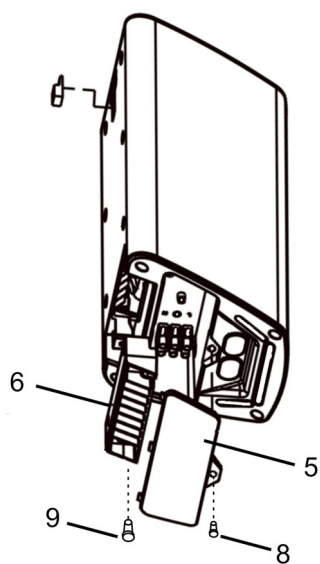
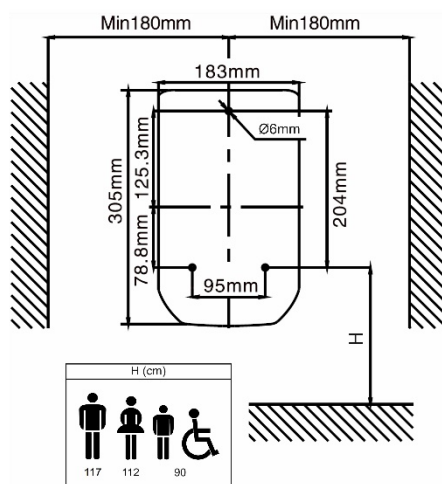
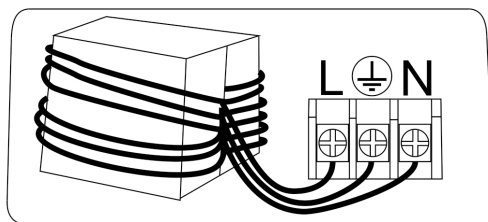

Fig. 2
Fig. 3
Fig. 5
- (Fig. 3) Assurez vous que le futur emplacement de l'appareil respecte les mesures de sécurité indiquées. Nous vous recommandons d'installer l'appareil à une hauteur différente selon qu'il sera utilisé dans des toilettes pour hommes, femmes, enfants et handicapée.
- Comme indiqué sur la figure 2, retirez la vis de fixation [9] du bas de l'appareil à l'aide d'un tournevis, abaissez le bloc de support [6], percez un trou de Ø6mm à 30mm de profondeur à la position correspondante avec les dimensions du gabarit d'installation attachées à l'appareil (Fig. 3).
- Si l'appareil est installé avec le câble encastré dans le mur, retirez d'abord la vis [8] (Fig. 2) du capot inférieur de l'appareil [5], puis désinstallez le câble d'origine situé à l'intérieur du périphérique. Le câble encastré dans le mur doit être inséré dans l'appareil et enroulé 4 fois dans la ferrite, au câble L (marron), N (bleu) et à la terre  (jaune - vert) à la borne, conformément à la Fig. 5. Ensuite, le capot inférieur de l'appareil [5] peut être fermé.